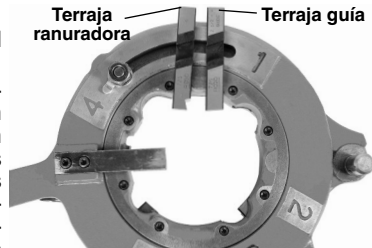

Figura 2 – Colocación de las terrajas
3. Levante la lengüeta de la arandela fuera de la ranura y abra el cabezal de terrajas, moviendo la tuerca de ajuste de la placa de levas en dirección hacia el tamaño máximo de tubo indicado en la placa de levas (Figura 2).
muestra orientado hacia arriba, hasta que la línea indicadora en la terraja esté al ras con el borde del cabezal de terrajas (Figura 2).